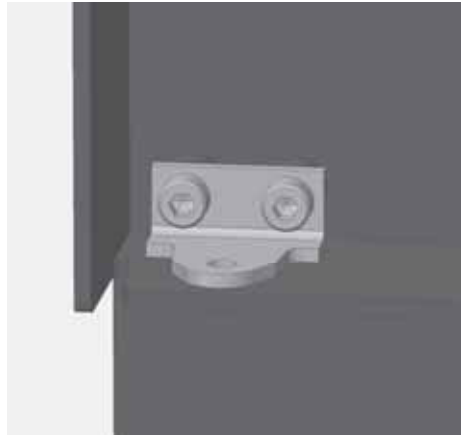

Abb. 2.33 Türscharnier, unten („Stellscharnierwinkel“)
- ② die Schrauben an der gegenüber liegenden Seite herauschrauben und an alter Position des Verschlussblechs wieder anschrauben (2 Schrauben, Innensechskant, 4 mm),
- ③ Verschlussblech an neuer Position wieder anschrauben - Verschlussrolle zeigt zur Feuerraumöffnung,
- ④ das Türscharnier (unten, Abb. 2.33) lösen und an der gegenüberliegenden Seite wieder anschrauben (2 Schrauben, Innensechskant, 4 mm) - die Blindschrauben aus der neuen Position wieder an der alten Position einschrauben,